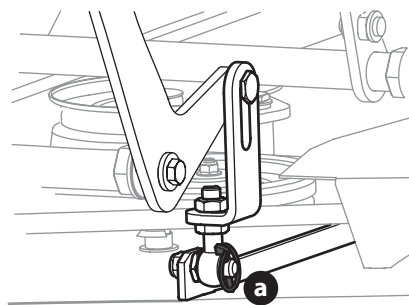

Figura 57
4. Extraiga los cuatro pasadores lynch (a) que aseguran la plataforma al conjunto de elevación (Figura 57).